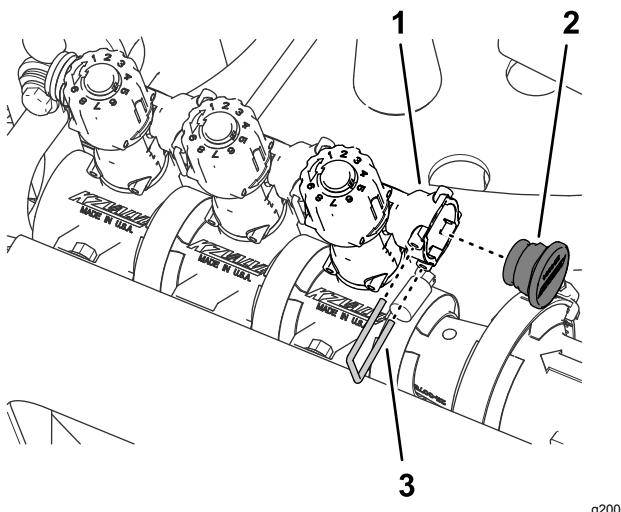

Figura 65
8. Montate il tappo nella presa ad attacco rapido della valvola di bypass (Figura 65).
9. Fissate il tappo alla presa ad attacco rapido con il fermo che avete rimosso al passaggio 3 (Figura 65).